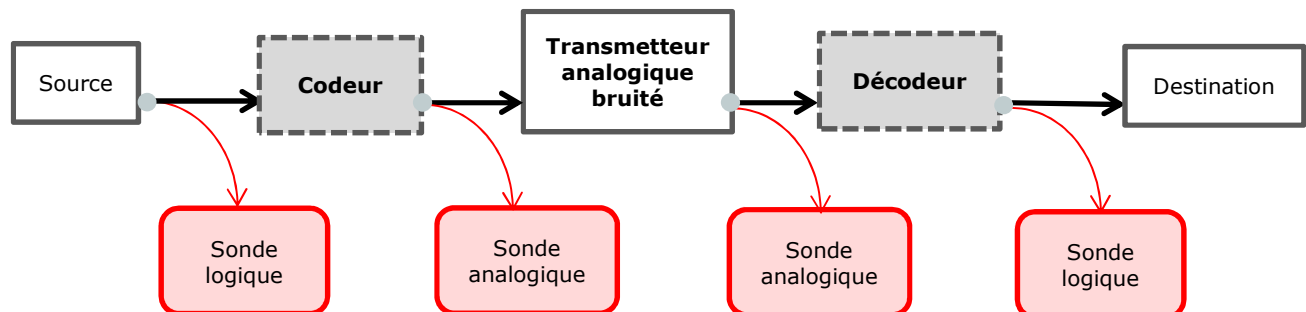

Figure 6. Modélisation de la chaîne de transmission à l'étape 5a.
► Étape 5a : *codage de canal*. Pour prendre en compte les propriétés typiques du message émis par une source, il est parfois utile d'adapter la séquence booléenne transmise. Ceci peut se faire en rajoutant ou supprimant certaines valeurs à la séquence à transmettre, et, bien évidemment, en réalisant une opération réciproque à l'arrivée (figure 6).